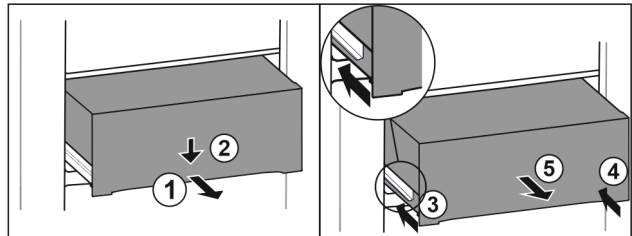

Fig. 119
- ▶ Вытяните выдвижной ящик наполовину. Fig. 119 (1)
- ▶ Вдавите выдвижной ящик в передней части вниз. Fig. 119 (2)
- ▶ Задвиньте левую направляющую прим. на 2 см. Fig. 119 (3)
- ▶ Задвиньте правую направляющую прим. на 2 см. Fig. 119 (4)
- ▶ Извлеките выдвижной ящик движением вперед. Fig. 119 (5)